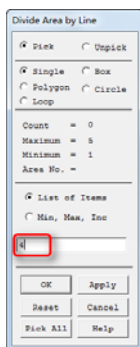
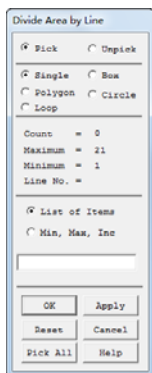

图 9-102 “Divide Area by Line”对话框
图 9-103 “Delete Area by Line”对话框
⑫依次选择 Utility Menu→Select→Everything 命令。
⑬依次选择 Main Menu→Preprocessor→Modeling→Operate→Booleans→Divide→Area by Line, 会弹出“Divide Area by Line”对话框, 如图 9-102 所示, 用鼠标选择面 A4 (或在“List of Items”输入框中输入 4)。
⑭单击“OK”按钮, 会再次弹出“Divide Area by Line”对话框, 单击“Pick All”按钮关闭该对话框。
⑮依次选择 Main Menu→Preprocessor→Modeling→Delete→Area and Below, 会弹出“Delete Area and Below”对话框, 如图 9-103 所示, 用鼠标依次选择面 A2、A8、A9、A10, 单击“OK”按钮关闭该对话框。